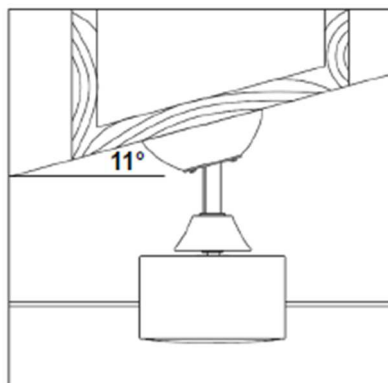

Abbildung 3
- Das Aufhängungssystem des Ventilators unterstützt Decken mit einer Neigung von bis zu **11 Grad** (siehe Abbildung 3).